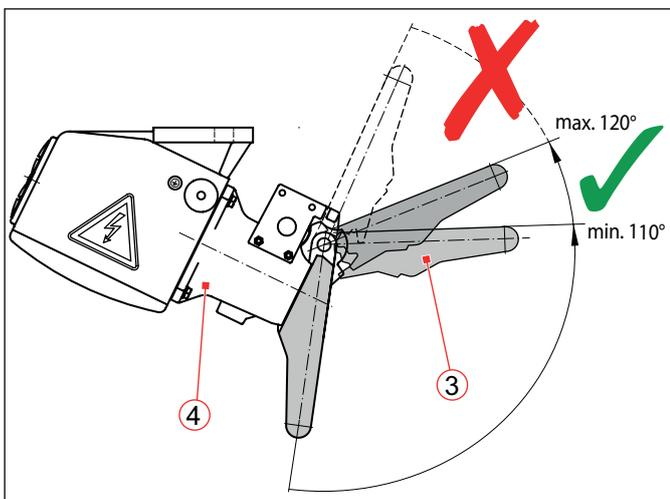

Abb. 34: Dosendeckel (3) der Kupplungsdose (4) aufklappen: Öffnungswinkel mindestens 110°, maximal 120°
- ▶ Den Dosendeckel um einen Winkel von mindestens 110°, jedoch nicht mehr als 120° aufklappen (siehe **Abb. 34**). Ein Überdehnen des Dosendeckels kann die Lebensdauer der Drehfeder verkürzen und den Klappmechanismus beschädigen.